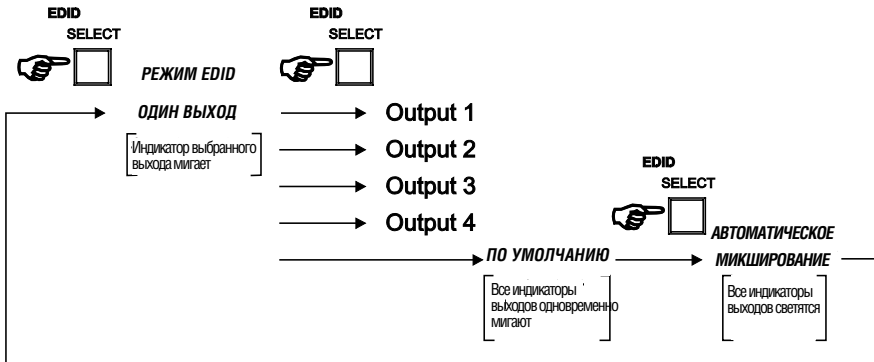

Рис. 3. Режимы получения EDID
При кратковременном последовательном нажатии кнопки EDID SELECT происходит перебор источников сигнала EDID (см. рис. 3).
3. Нажимая кнопку EDID SELECT, перейдите в режим одного выхода ONE OUTPUT (см. рис. 3).
3. Перейдите в режим AUTO-MIX (см. рис. 3).